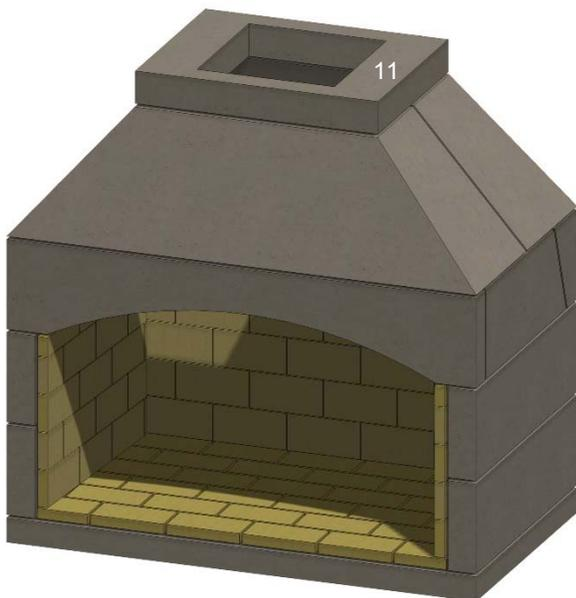

Figure 20. Adaptateur de conduit de fumée
M. Installez la pièce d'adaptation du conduit de fumée (11). Voir la figure 20.